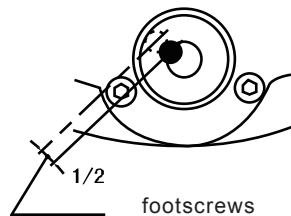

Fig.10
- (I) Tournez la vis du pied de sorte que la bulle d'air soit au milieu (Figure 10)